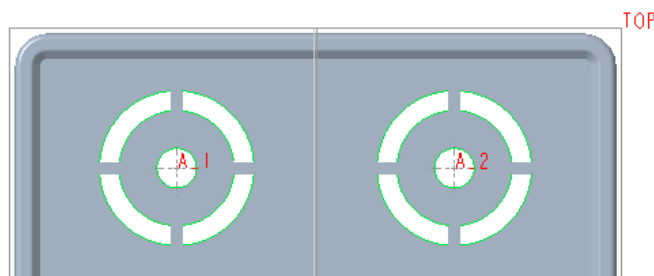

图 6-127 切除结果
(4) 在“拉伸”选项卡的深度选项下拉列表框中接受默认的“ (到下一个)”选项，默认移除垂直于驱动曲面的材料。
(5) 单击“拉伸”选项卡的 (完成) 按钮，完成切除的效果如图 6-127 所示。